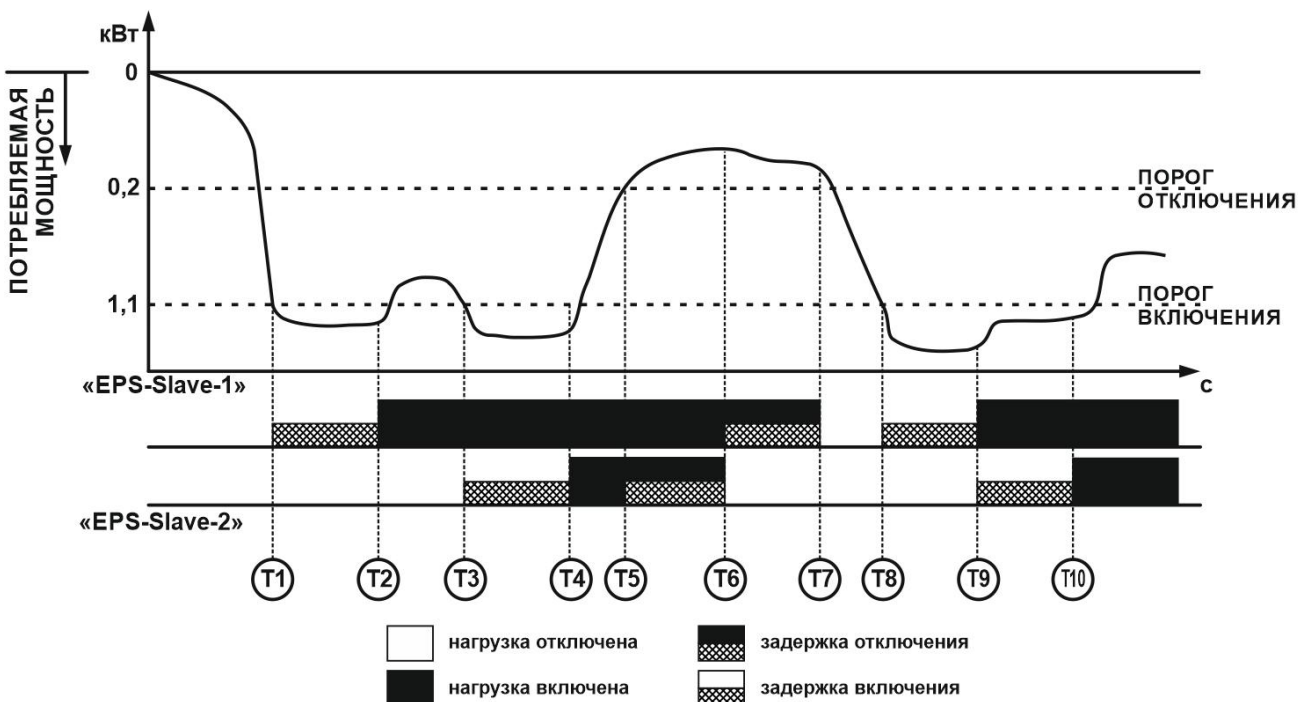

Рисунок 17 – Работа в режиме реле ограничения мощности с инверсией
- начинается отсчет времени 60 с (параметр: «Задержка включения», время T1 или T8 – рисунок 17);